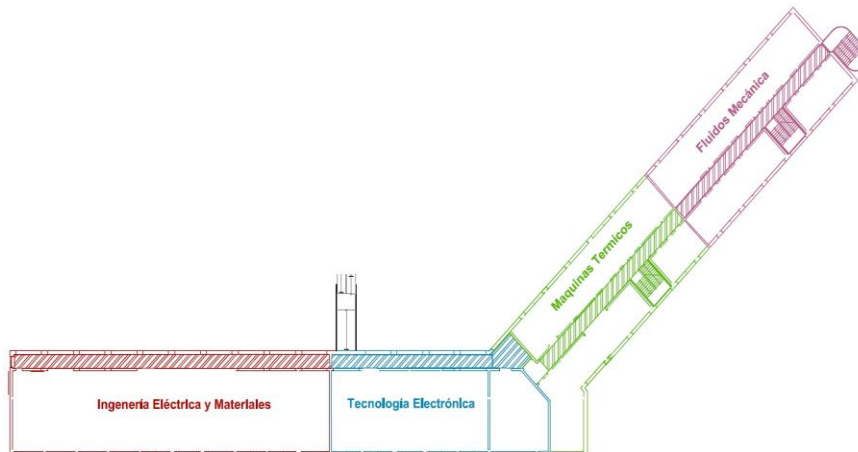

Figura 7. Distribución de zonas de iluminación. Edificio Anexo.
- Edificio Anexo (ver Figura 7):